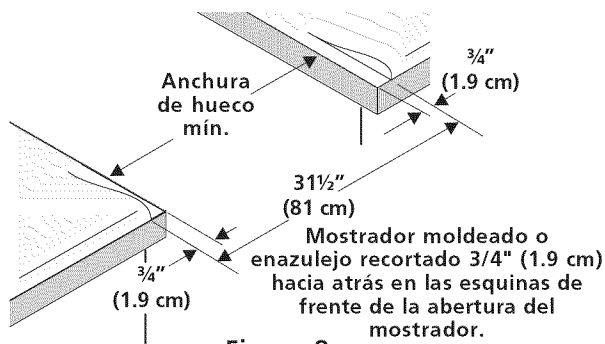

Figura 8
- El reborde de frente de mostradores moldeados** deben tener bordes moldeados a 3/4" (1.9cm) a partir de cada extremidad de la apertura (Figura 8).
- Los mostradores enazulejos** deberán necesitar un recorte de 3/4" (1.9 cm) a partir de cada extremidad y/o un borde redondeado aplanado (Figura 8).